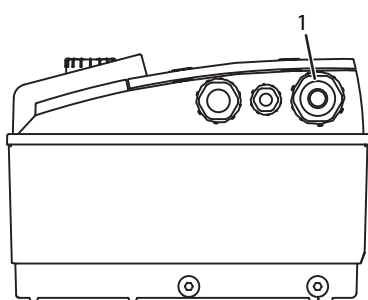

Fig. 22: Pressacavo M25
- Il cavo di collegamento alla rete deve essere posato nel pressacavo M25 (fig. 22, pos. 1).